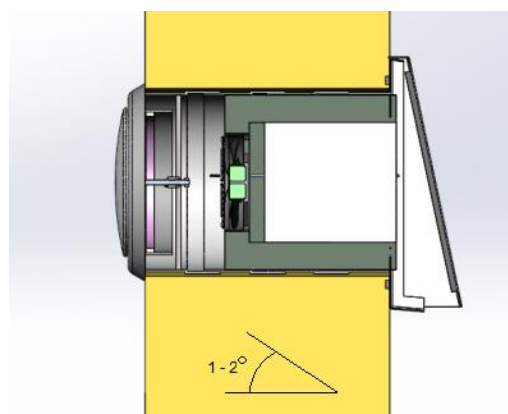

Рис.2
- При сверлении отверстий в стене **наклон наружу должен быть около 1-2%** (рис. 2)